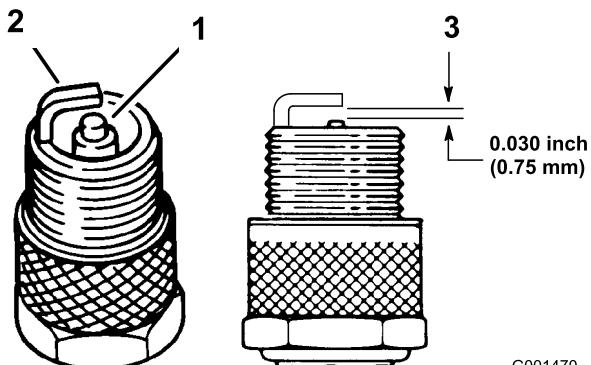

Figura 36
1. Veja a parte central da vela de ignição (Figura 36). Se verificar uma cobertura castanha ou cinzenta no isolante, o motor está a funcionar corretamente. Uma cobertura preta no isolante indica que o filtro de ar está sujo.
3. Verifique a folga entre os eléktrodos central e lateral (Figura 36). Dobre o eléktrodo lateral (Figura 36) se a folga não for a correta.
3. Ligue o fio à vela de ignição (Figura 36).